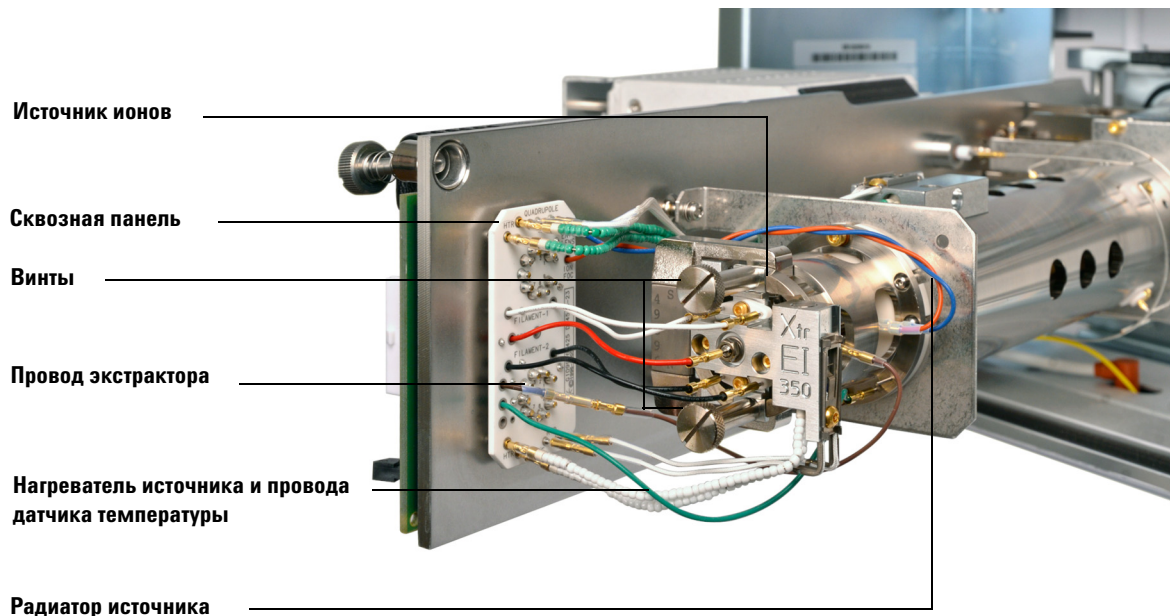

Рисунок 21 Извлечение источника ионов ЭУ
- 3 Если используется стандартный или инертный источник ионов ЭУ, отсоедините семь проводов от источника ионов. Не сгибайте провода больше, чем необходимо (См. Рисунок 21 на стр. 149 и Таблица 16).
- 4 Если используется ионный источник ЭУ с экстрактором, отсоедините восемь проводов от источника ионов. Не сгибайте провода больше, чем необходимо (См. Рисунок 21 на стр. 149 и Таблица 17).